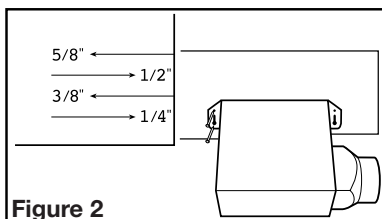
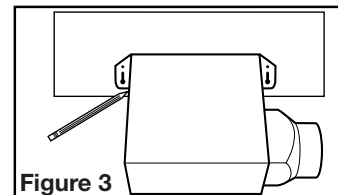

Figure 2
Figure 3
- Using the gauge on the fan's housing (Figure 2), line up housing so that it will be flush with the finished ceiling or wall. Position the fan so that the tabs rest flat against the joist or stud and secure with four nails (not provided) to ensure proper installation.
- Positionner le cabinet contre la solive ou le montant et tracer le contour du cabinet sur le matériau du mur / plafond (Figure 3). Mettre le cabinet de côté et découper l'ouverture, en prenant bien soin de ne pas couper ou endommager d'utilité électrique ou dissimulée. Placer le cabinet près de la solive ou du montant et vous assurer qu'il soit à effleurement avec le plafond fini ou avec le mur. Fixer avec quatre clous (non-fournis) pour assurer une installation adéquate (Figure 2).